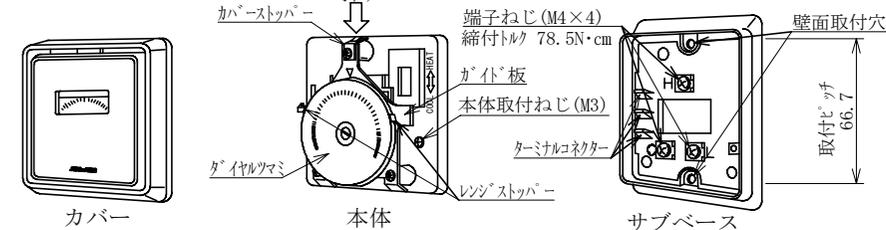
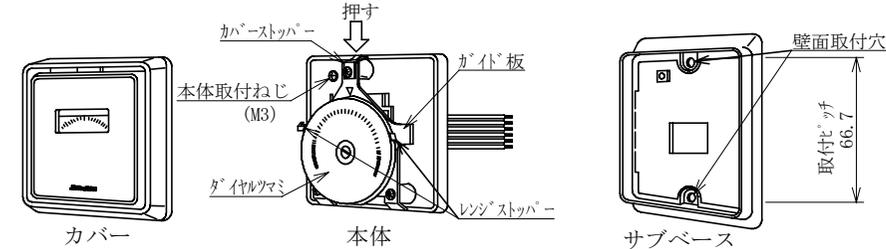

図.1 ARS-C120(S), C130(S), C140(S) 形
図.2 ARS-S630 形
- 取付、配線は次の手順で行ってください。(図1、図2参照)